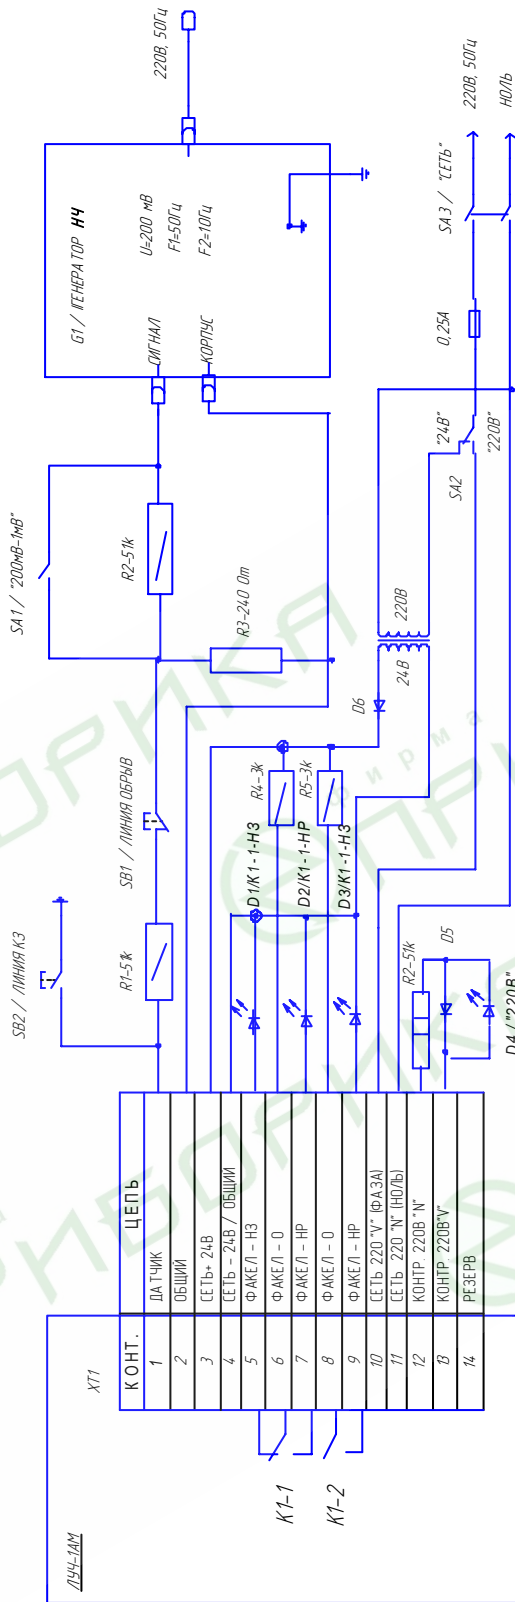

Рис. 16. Схема проверки параметров сигнализатора ЛУЧ-1АМ.
Комплектующие- согласно схемы рис.16.
- между объединенными контактами 1...4 и 5...13(14) колодки ХТ1 - мегаомметр должен показывать не менее 20 МОм.
- Собрать схему проверки сигнализатора (см.рис. 16);
- Рис.16. Схема проверки параметров сигнализатора ЛУЧ-1АМ